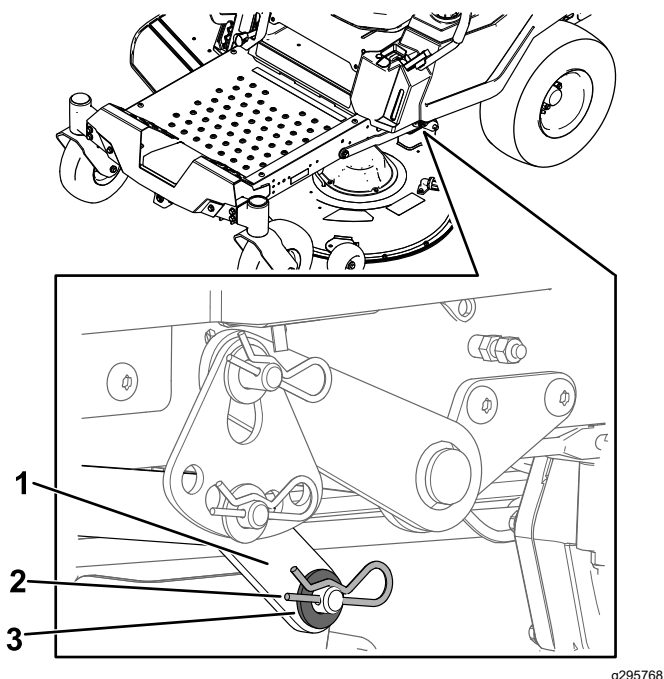

Bild 73
- Entfernen Sie auf einer Seite der Maschine die Unterlegscheibe und den Splint vom Mähwerksstift (**Bild 73**).
- Entfernen Sie den Hubarm vom Mähwerksstift (**Bild 73**).
- Heben Sie auf einer Seite der Maschine die Rückseite des Mähwerks an und montieren Sie den Hubarm am Mähwerksstift (**Bild 73**).
- Montieren Sie den Hubarm mit der Unterlegscheibe und dem Splint (**Bild 73**).